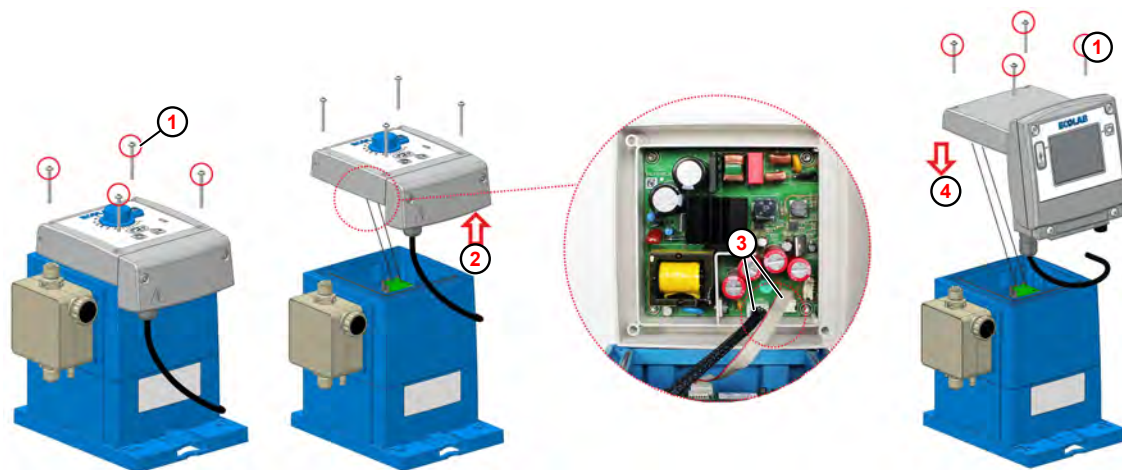

Fig. 37: Opgradering til EcoAdd
1. ➤ Løsn fastgørelsesskruerne (Fig. 37 , ①) på **EcoPro**-styreenheden med en torx-nøgle (TX25).